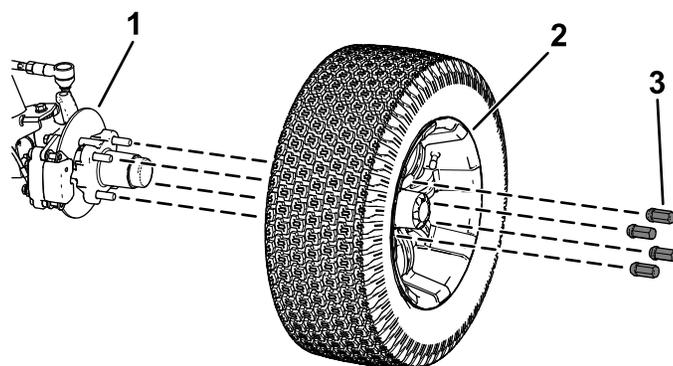

Figure 34
2. Retirez les 4 écrous qui fixent la roue sur le moyeu (Figure 34).
- Alignez les trous de la roue et les goujons du moyeu, puis montez la roue sur le moyeu en plaçant la valve à l'extérieur (Figure 34).
- Fixez la roue au moyeu avec les écrous de roue (Figure 34). Serrez les écrous de roues à un couple de 108 à 122 N·m (80 à 90 pi-lb).